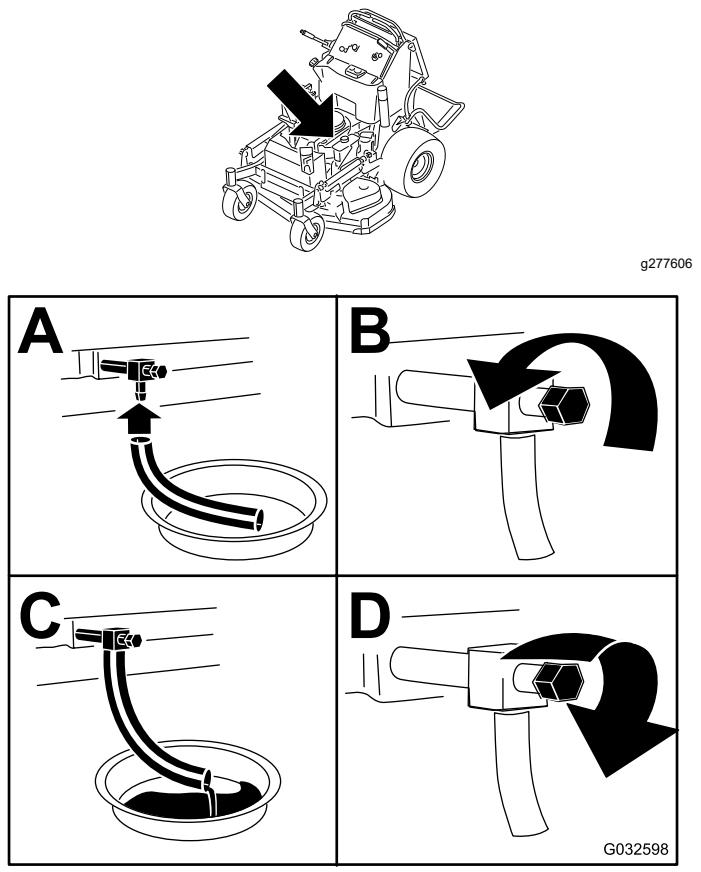

Figura 40
- Cambie el aceite del motor, según se muestra en Figura 40.